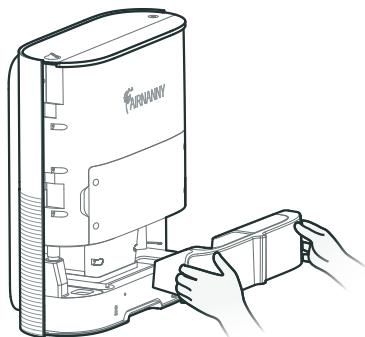

Рис. 23
3. Плавно потяните бачок на себя (см. рисунок 23);